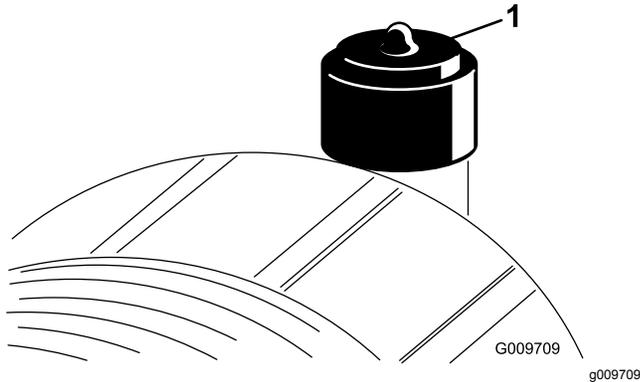

図 42
- エアクリーナのインジケータ図 42 が赤色になったらエレメントを交換してください。エアフィルタのエレメントを洗浄しすぎないように注意してください。